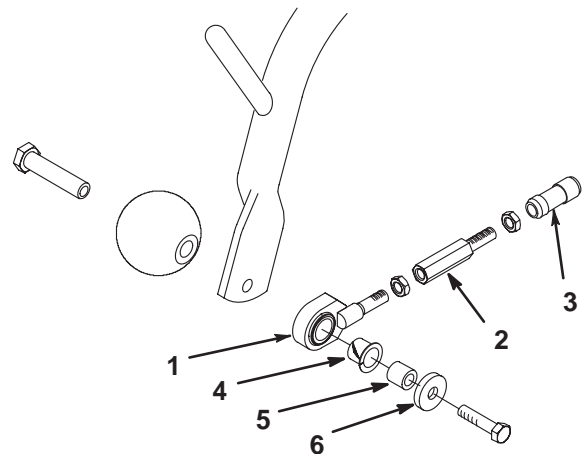

図 7
1. それぞれの前キャリア・フレームの外側端部に、アンチ・スカルプ・ローラとプル・リンク・アセンブリを取り付ける (ローラ・シャフト、スペーサ、ワッシャ、ネジを使用; 図 7)。